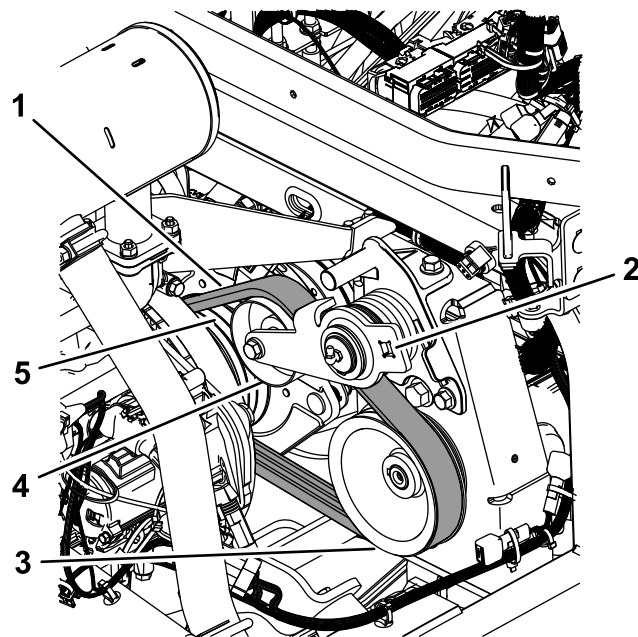

Figure 73
3. Acheminez la courroie sur la poulie du moteur, la poulie de tension et la poulie de la pompe (Figure 73).